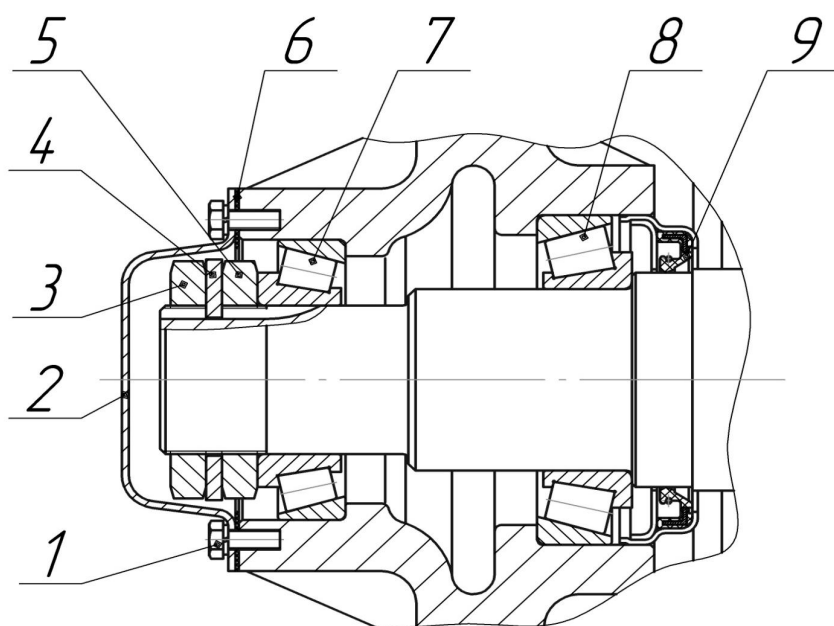

Рисунок 10 – Схема регулировки подшипников колес.
- произвести смазку полуприцепа согласно схеме смазки (рисунок 10);
- отвернуть болты 1(рисунок 10), снять крышку 2 и прокладку 6 ступицы;